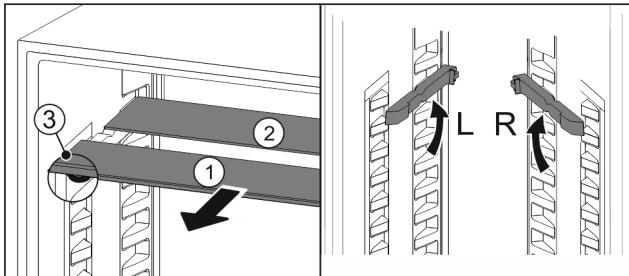

Fig. 19
- Extragăti Fig. 19 (1) pe rând plăcile de sticlă spre înainte.
- Placa de sticlă Fig. 19 (1) cu șipca decorativă se află în față.
- Opritoarele Fig. 19 (3) indică în jos.